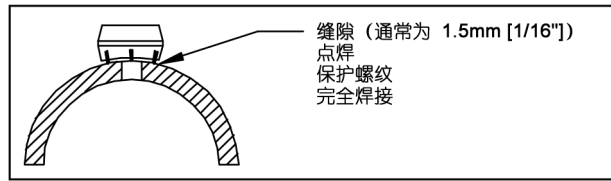

图 4：焊接缝隙
- 确保正确的焊接缝隙（通常为 1.5mm [1/16"]），通过点焊将安装法兰固定到位（如图 4 所示）。